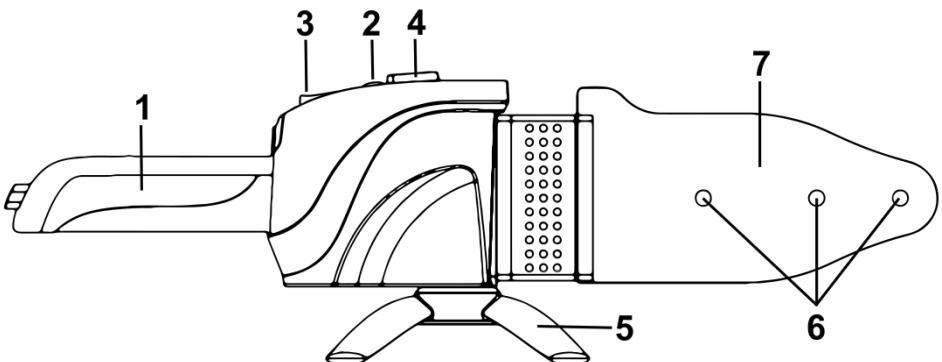

Рисунок 1
2.2.1 Виріб складається з наступних основних частин: нагрівального елементу (7), в який встановлюються циліндричні змінні насадки з тефлоновим покриттям для розігріву стикових поверхонь труб різноманітних діаметрів перед зварюванням; перемикача режимів нагріву (3), корпусного блоку управління з рукояткою (1), двома світловими індикаторами (2), терморегулятором/вимикачем (4) та фіксатором для під'єднання опори; опора для встановлення та утримування виробу під час розігріву – згідно рис. 1. Виріб комплектується змінними насадками для певної номенклатури діаметрів труб.